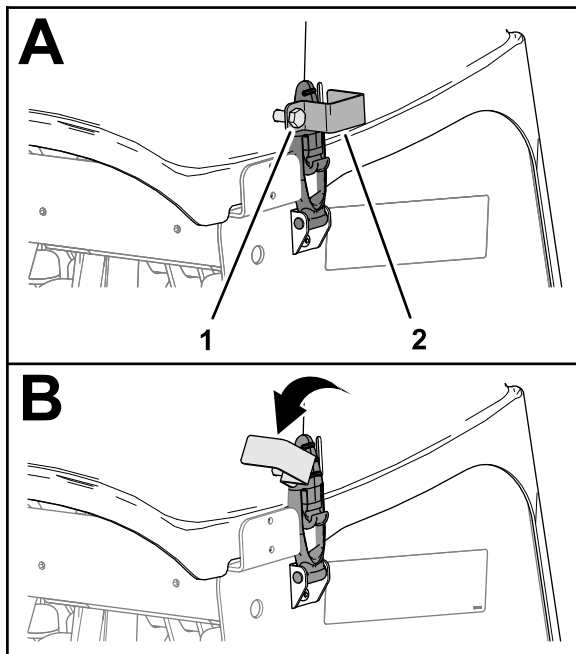

Bild 138
1. Wenn Ihre Maschine mit CE-Riegelhaken ausgestattet ist, lösen Sie die Schraube der Sicherungsplatte, bis die Sicherungsplatte den Schlitz an der Seite der Abdeckung des Aerifizierkopfs freigibt (Bild 138).
2. Drehen Sie die Sicherungsplatte, um den Riegel freizugeben (Bild 138).